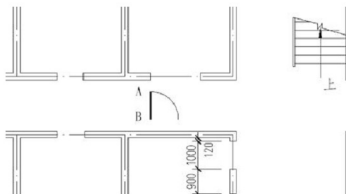

图 3.66 绘制门的轨迹线
(3) 绘制门的轨迹线：执行菜单栏中的【绘图】|【圆弧】|【圆心、起点、角度】命令。
- ① 在指定圆弧的起点或 [圆心(C)]：\_c 指定圆弧的圆心：提示下，捕捉图 3.66 所示的 B 点作为圆弧的圆心。
- ② 在指定圆弧的起点：提示下，捕捉图 3.66 所示的 A 点作为圆弧的起点。
- ③ 在指定圆弧的端点或 [角度(A)/弦长(L)]：\_a 指定包含角：提示下，输入“-90”，指定圆弧的角度为-90°，结果如图 3.66 所示。